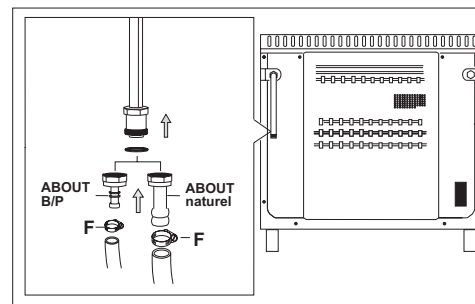

Fig. 3
Le tuyau doit être monté sur l'about avec un collier de serrage (F) pour éviter toute fuite de gaz et visitable sur toute sa longueur (voir fig 3).